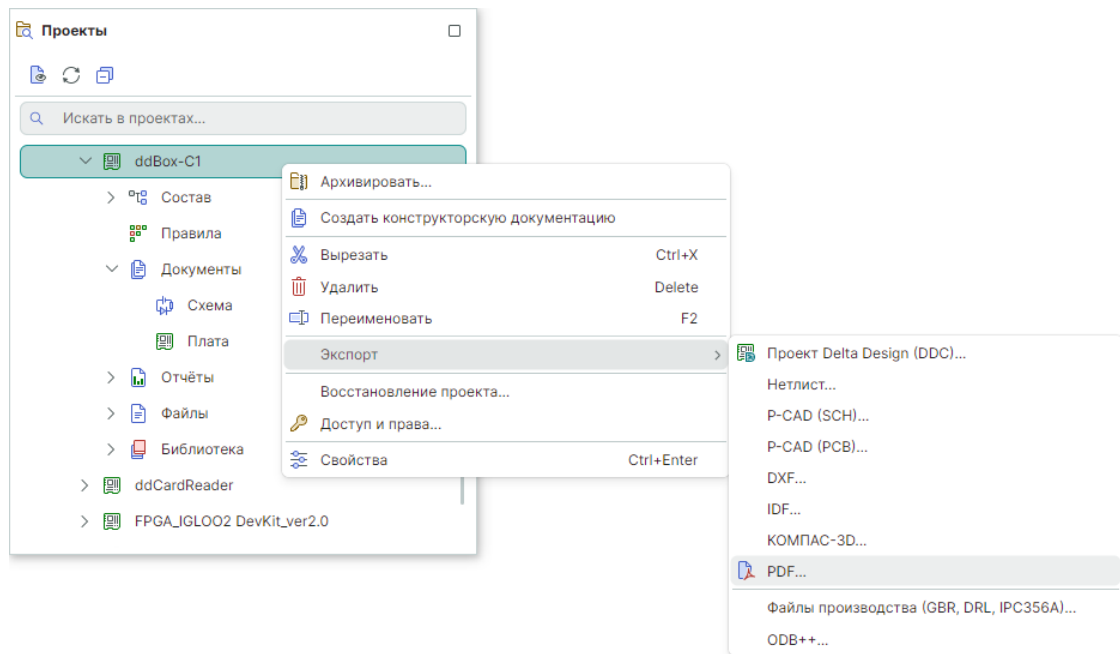

Рис. 80 Вызов экспорта схемы с узла проекта
1. Вызовите контекстное меню с проекта, схему которого необходимо выгрузить в PDF формат, выберите «Экспорт» → «PDF...», Рис. 80.